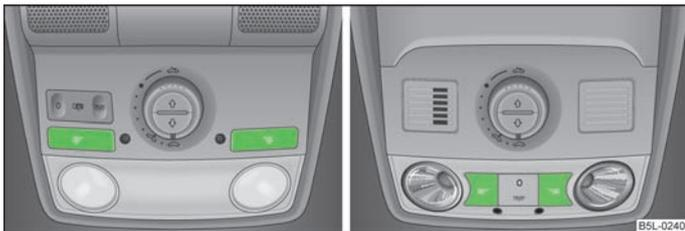

Abb. 31 Leseleuchten
- › Den Schalter ☸ oder ☸ » Abb. 31 drücken, um die Leseleuchten ein- bzw. auszuschalten.